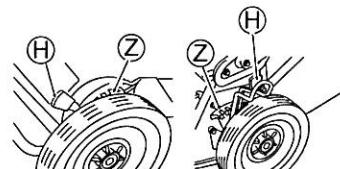

Fig. 6.
- Couchez le levier de réglage de la hauteur de tonte (H) vers le côté de la roue, afin de le séparer des dentures (Z). (Voir Figs. 6 et 7.)